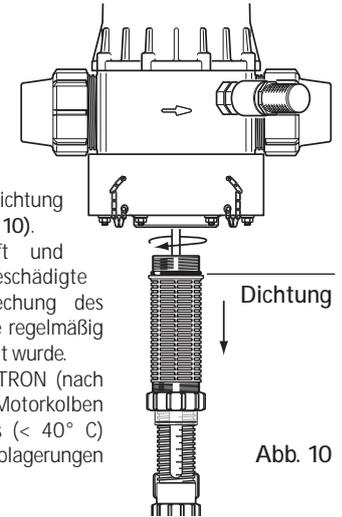

Abb. 10
- 1 - Wenn Sie lösliche Mittel zur Herstellung Ihrer Lösung verwenden, so wird empfohlen, das ganze Dosiereteil regelmäßig abzubauen (siehe § AUSWECHSELN DICHTUNGEN DES DOSIERTEILS), die Elemente mit reichlich klarem Wasser zu spülen und nach vorherigem Einfetten der Dichtung wieder zusammenzumontieren (Abb. 10).